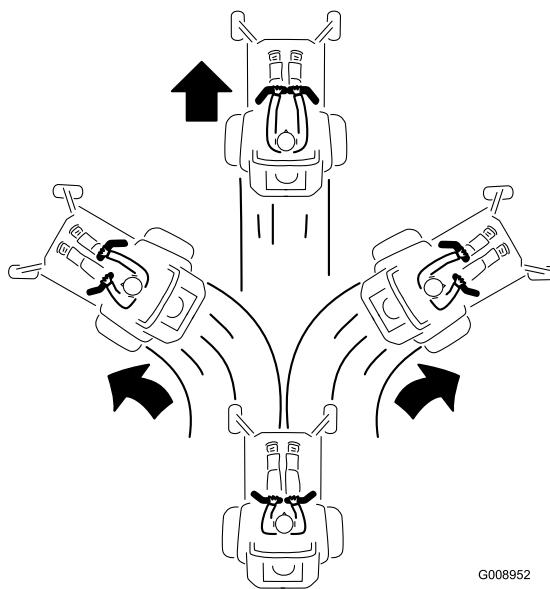

Figura 19
- Para ir hacia adelante, empuje lentamente las palancas de control de movimiento hacia adelante (Figura 19).